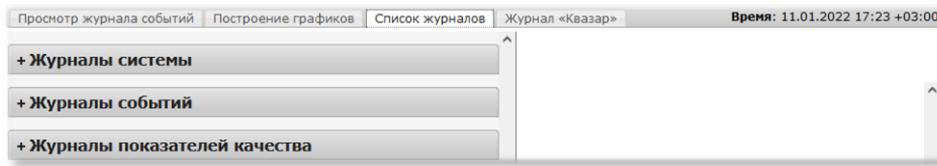

Рисунок 43 – Вид вкладки [Список журналов]
- во вкладке [Журнал] перейти на вкладку [Список журналов] (см. Рисунок 43);